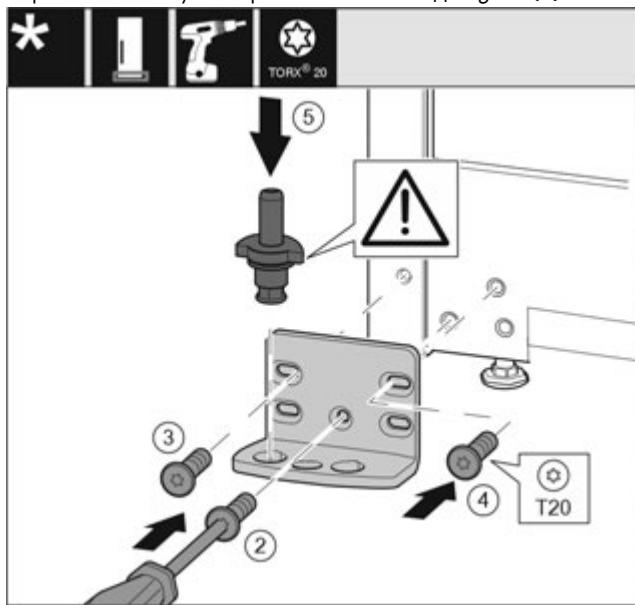

Fig. 15
- Встановіть опорний кронштейн з іншого боку і закріпіть гвинтами за допомогою викрутки T20. Почніть із гвинта 2 знизу посередині. Fig. 15 (2)
- Закрутіть гвинти 3 та 4. Fig. 15 (3,4)
- Вставте цілком опорний гвинт. При цьому виступ фіксації повинен бути спрямований назад. Fig. 15 (5)